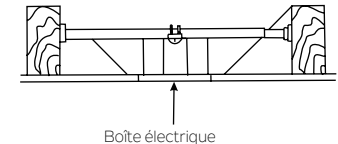

Fig. 4
**REMARQUE :** Selon l'emplacement sélectionné pour l'installation, il peut s'avérer nécessaire d'acheter et d'installer un étrier à solive pour soutenir la boîte électrique. S'assurer que l'étrier à solive a été conçu pour une utilisation avec des ventilateurs de plafond. (Fig. 4)